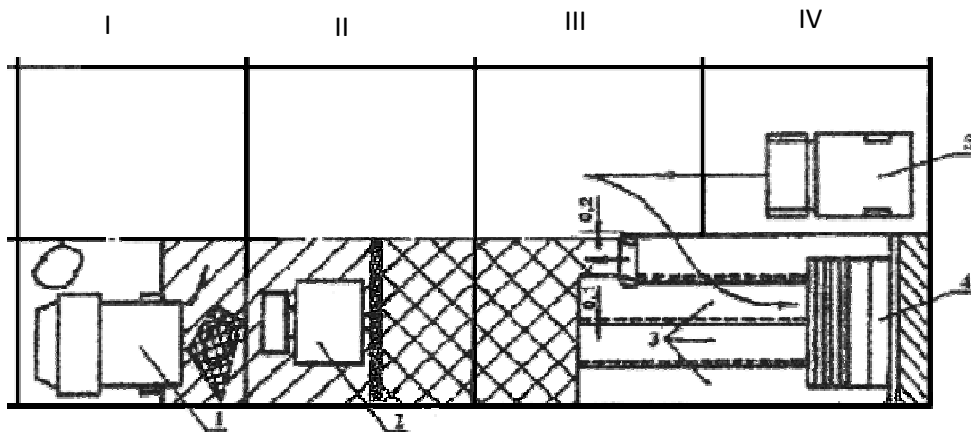

Рис. 28
35. На рис. 28 представлена технология работ, где позиция (IV)